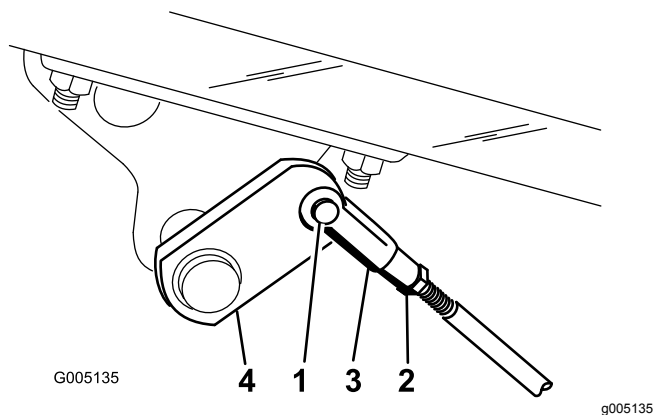

Figura 44
- A. Desengate as barras dos travões, retirando o respetivo contrapino e passador de forquilha (Figura 44).
- B. Liberte a porca de segurança e efetue o ajuste do passador de forquilha (Figura 44).
- C. Monte o passador de forquilha no eixo do travão (Figura 44).